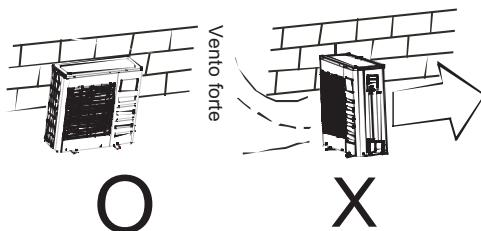

Fig.6-1
- Nei luoghi vicino alla coste o in alta quota dove il vento può essere forte, installare l'unità esterna contro il muro per garantire il regolare funzionamento; usare un schermo se necessario (Fig.6-1).